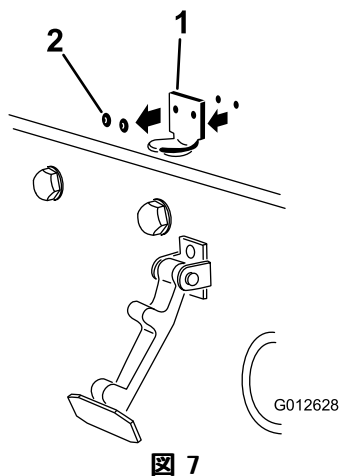

図 7
2. フードラッチブラケットをフードに固定しているリベット (2本) を外す (図 7)。フードからフードラッチブラケットを取り外す。